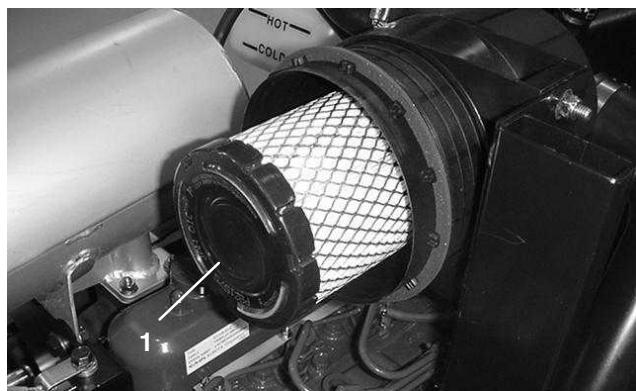

Bild 45
- Entfernen Sie den Ölfilter und bauen Sie einen neuen ein (Bild 45). Sie sollten ein gebrauchtes Element nicht reinigen, da die Gefahr einer Beschädigung des Filtermediums besteht. Prüfen Sie den neuen Filter auf Versandschäden. Prüfen Sie das Dichtungsende des Filters und den Körper. Verwenden Sie nie ein beschädigtes Element. Setzen Sie den neuen Filter ein.